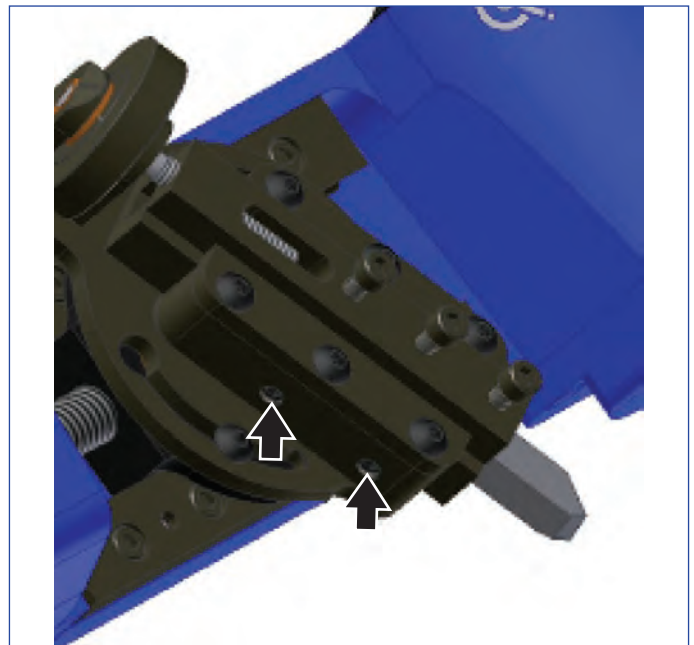

图 8
6. 通过调节刀架固定螺钉，去除刀架中的所有废渣（见图 8）。略微拧紧或松开固定螺钉，直至深度调节螺杆可自由转动为止，但不要用力转动。